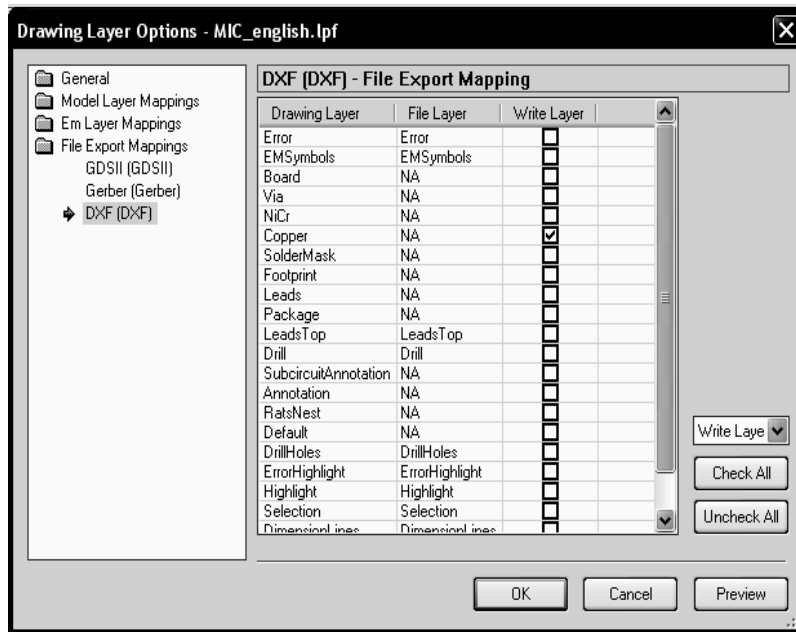

Рис. 4.43
2. В левой части окна щёлкните мышкой по **File Export Mappings** (Соответствие файла экспорта) и отметьте **DXF**. В столбце **Write Layer** (Записать слой) отметьте **Copper** (Медь) и снимите все остальные “галочки” (рис. 4.43). Нажмите **OK**.